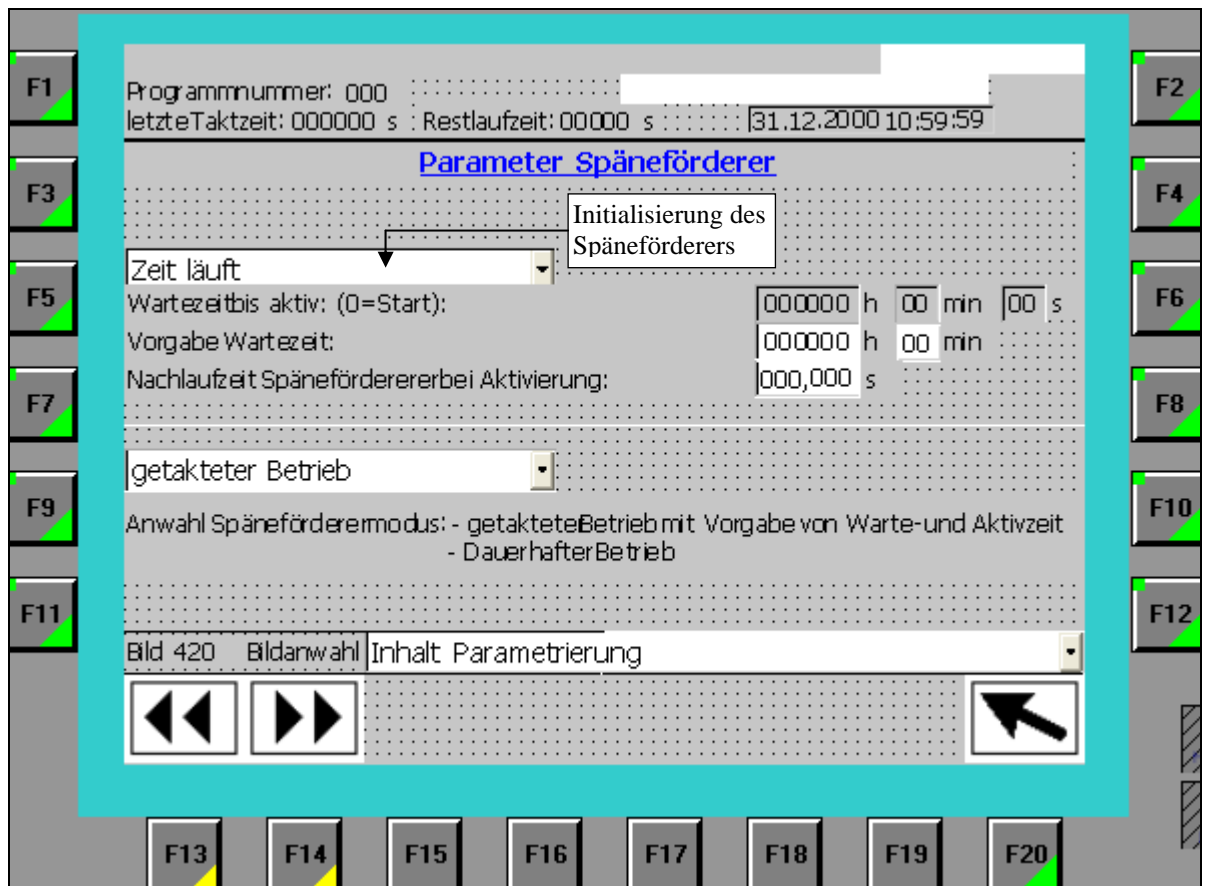

Bild 6.0
- Es erscheint unten stehendes Bild 6.0
- Wird die Zeit des Späneförderers geändert, muss die Zeit neu initialisiert werden. Dazu geht man mit dem Cursor auf das obere Eingabefeld (siehe Bild 6.0). ENTER betätigen, Initialisierung aufrufen und mit ENTER bestätigen. Die neu eingegebene Zeit läuft an.